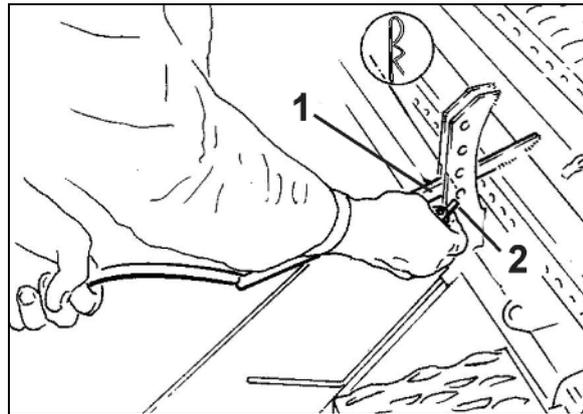

Fig. 94
2. Serrez le levier (Fig. 94 / 1) en utilisant la manivelle.
3. Insérez l'axe (Fig. 94 / 2) dans un trou en dessous du levier.